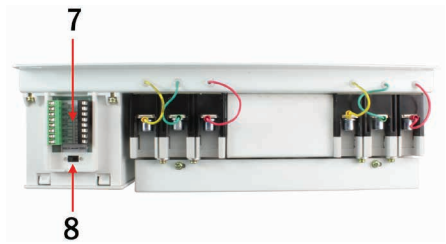

Рис. 2
- 1.1. Установите переключатель режима работы (п. 8, рис. 2) в ручной режим (Hendel, левое положение).
- 1.9. Для включения контроллера и управления прибором с его помощью, установите переключатель режима работы (п. 8, рис. 2) в автоматический режим (Autorun, правое положение).
- 2.1. Установите переключатель режима работы (п. 8, рис. 2) в ручной режим (Hendel, левое положение).
- 3.1. Установите переключатель режима работы (п. 8, рис. 2) в автоматический режим (Autogun, правое положение).
- 4.1. Установите переключатель режима работы (п. 8, рис. 2) в автоматический режим (Autogun, правое положение).